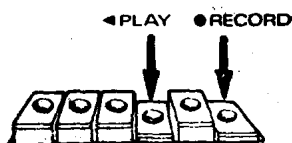

图 1-4
4. 把“RECORD”（录音）按钮和“PLAY”（放音）按钮一起按下去，录音机就开始录音了，见图1-4。